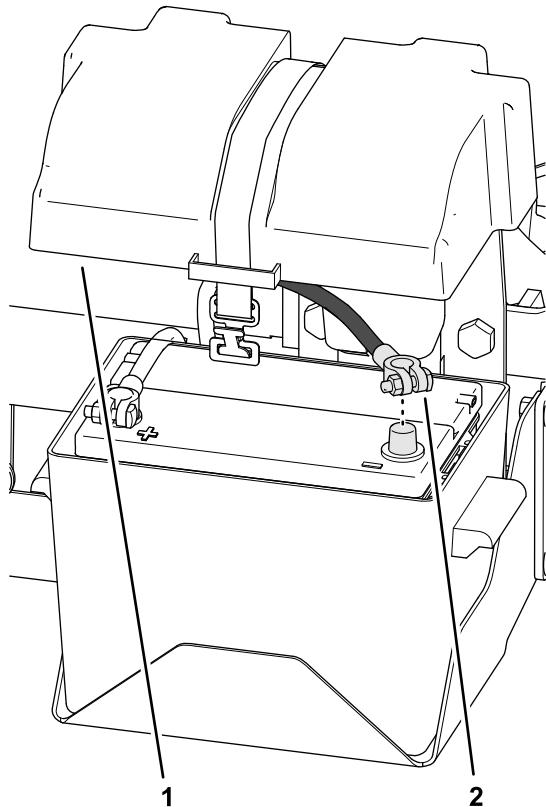

Figura 138
1. Conecte el cable negativo de la batería al borne de la batería (Figura 138).
2. Monte la tapa en la caja de la batería y sujetela con la correa (Figura 138).